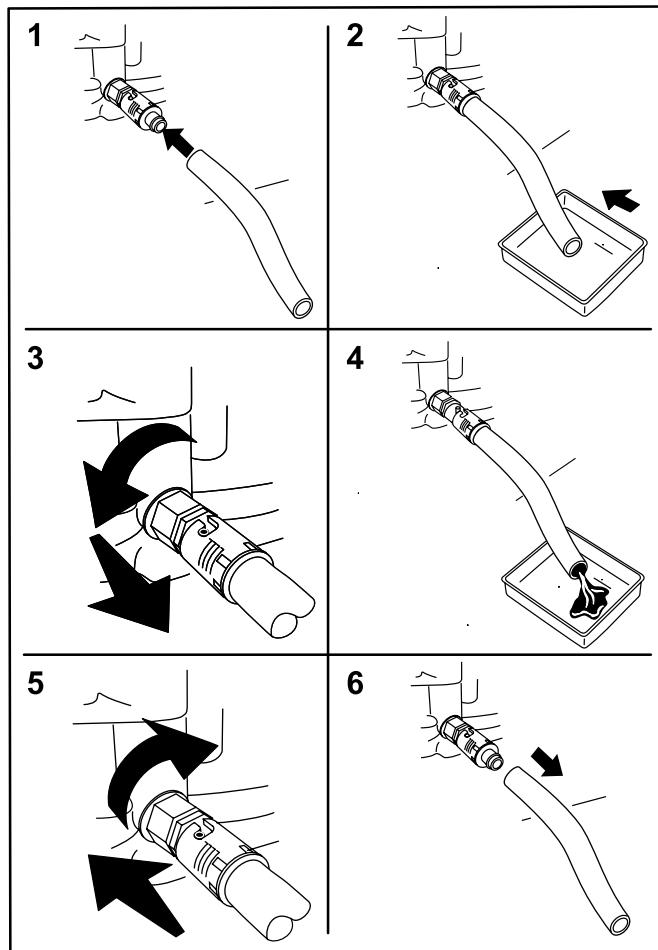

Bild 15
4. Schieben Sie den Ablassschlauch auf das Ölabblassventil (Bild 15).
5. Stecken Sie das andere Ende des Schlauchs in einen geeigneten Ölbehälter (Bild 15).
6. Drehen Sie das Ölabblassventil eine Viertelumdrehung nach links, um das Öl abzulassen (Bild 15).
7. Drehen Sie das Ölabblassventil eine Viertelumdrehung nach rechts, wenn das Öl abgelaufen ist, um das Ventil zu schließen (Bild 15).